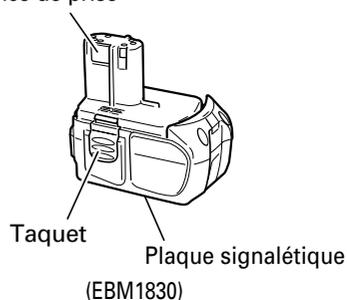

Fig. 1
- Maintenir la meuleuse fermement par son boîtier et sa poignée secondaire (Fig. 1). La meuleuse produit une contre-force qui doit être maîtrisée en la maintenant fermement.